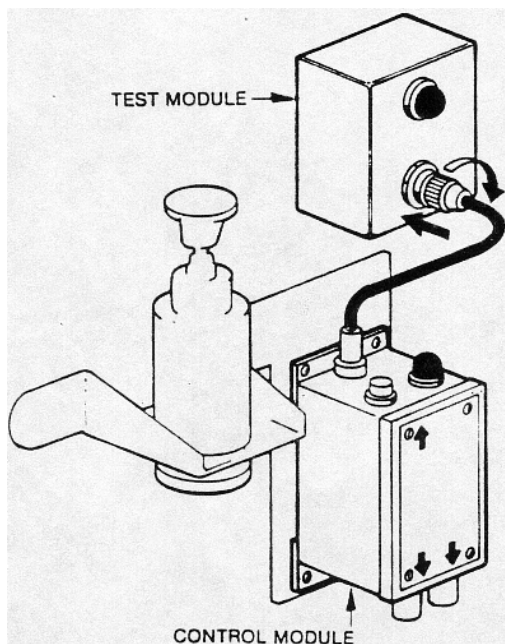

FIGURA 2.3-20. INSTALE EL CONJUNTO DE LA LUZ INDICADORA (Módulo de Prueba)
8. Con el jumper en su lugar, atornille el conector del detonador en el receptáculo en el módulo de prueba (Figura 2.3-20). La luz en el módulo de prueba se debe encender inmediatamente. Esta prueba confirma que el cable de detección se instaló correctamente y funcionará de acuerdo a lo esperado.